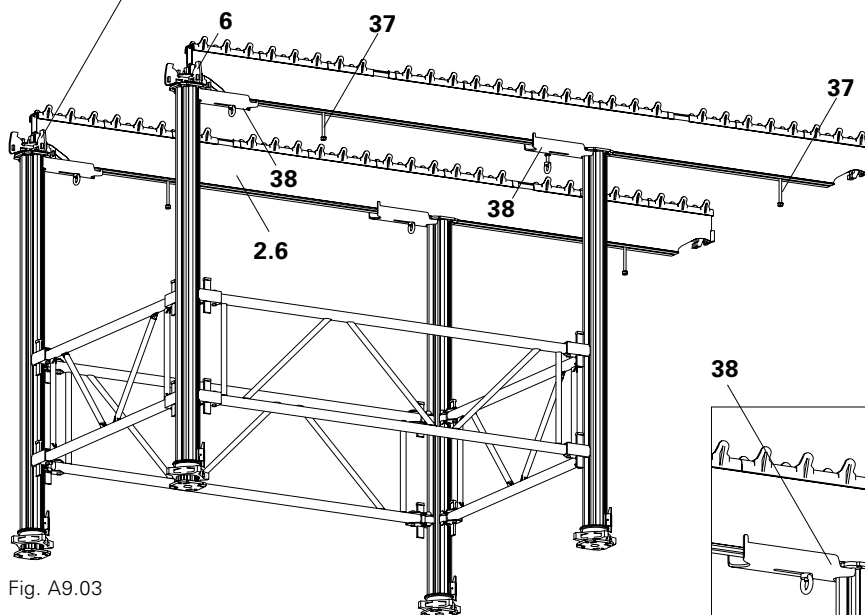

Fig. A9.03
- 2 Parafusos M12 x 140 DIN 6914 (37) para fixar madeiras 8/12.
- 2 Conectores de Mesa STV (38).
- Sequência e alinhamento dos parafusos e conectores: ver Fig. A9.03.